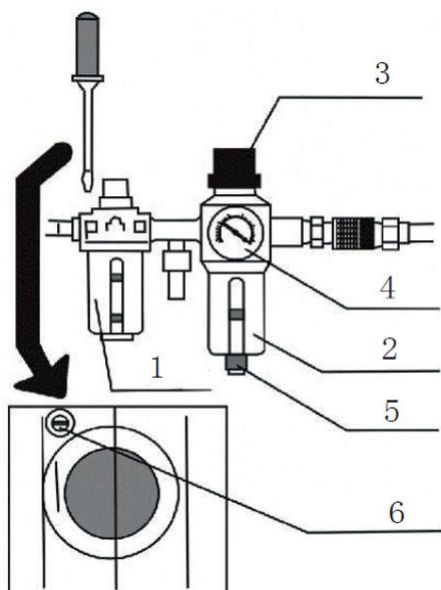

Bild 10
- » Siehe Bild 10: 1-Öler; 2-Filter; 3-Regler